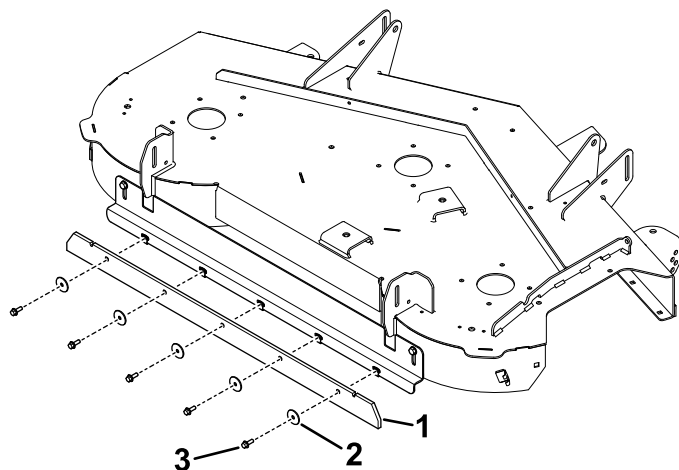

Figura 12
8. Instale la rasqueta en la pletina con 5 pernos ($\frac{1}{4}'' \times \frac{3}{4}''$) y 5 arandelas (Figura 12).